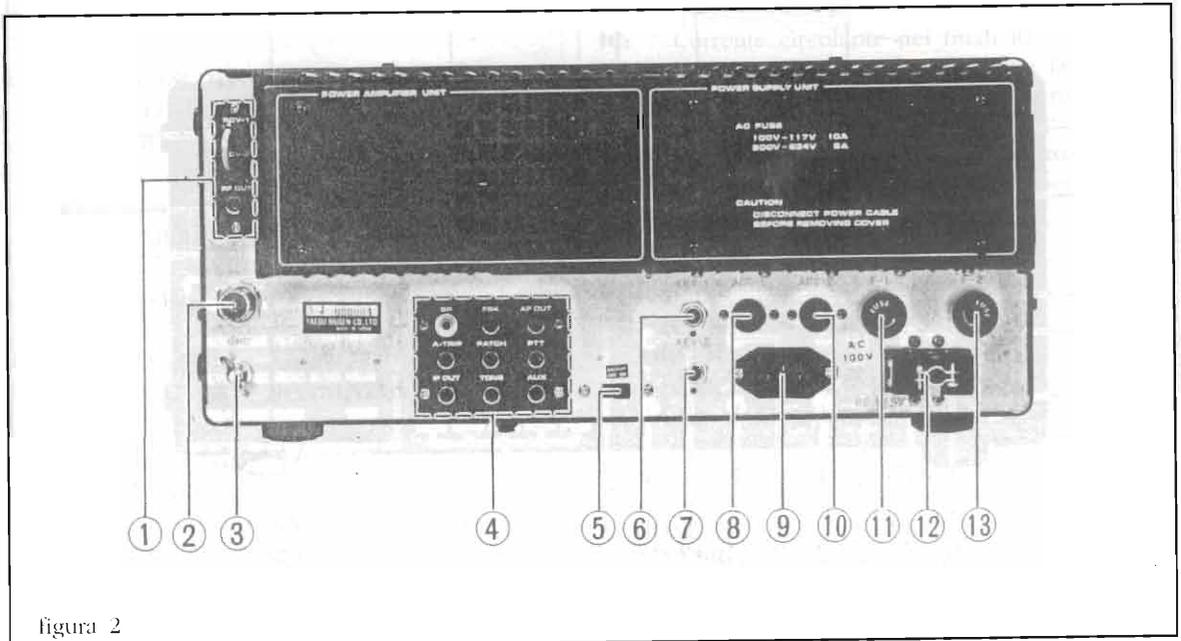

figura 2
**LEGENDA PANNELLO POSTERIORE (figura 2)**